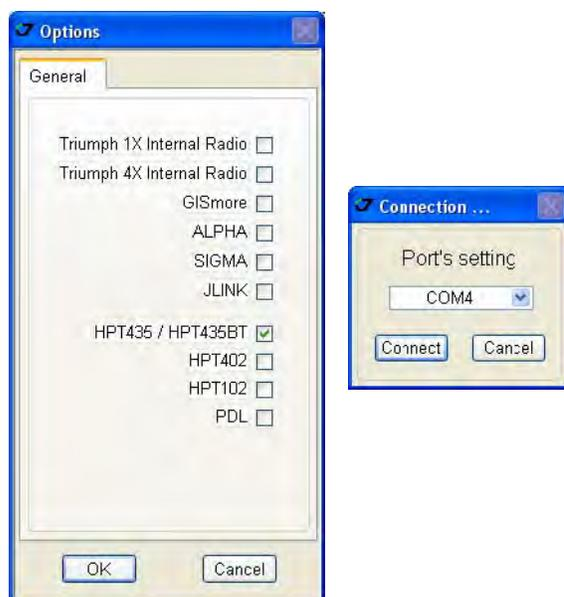

Рисунок 3-2. ModemVU. Окно Options
5. Запустите ModemVU. Выберите *HPT435BT* и нажмите OK (Рис. 3-2).
1. Запустите ModemVU. Выберите *Triumph 1X Internal Radio* и нажмите ОК (Рис. 3-2).